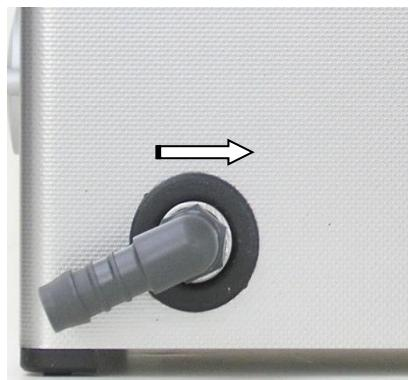

Imagen 5.1.2 Boquilla de desagüe
3. Gire la boquilla de manguera hasta la dirección de desagüe deseada (ver *Imagen 5.1.2*).